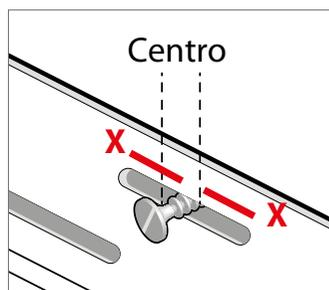

Figura 3
6. Comience fijando el revestimiento vertical y los esquineros en la ranura más alta para sostenerlos en su lugar. Coloque todos los sujetadores en el centro de las ranuras (Figura 3).